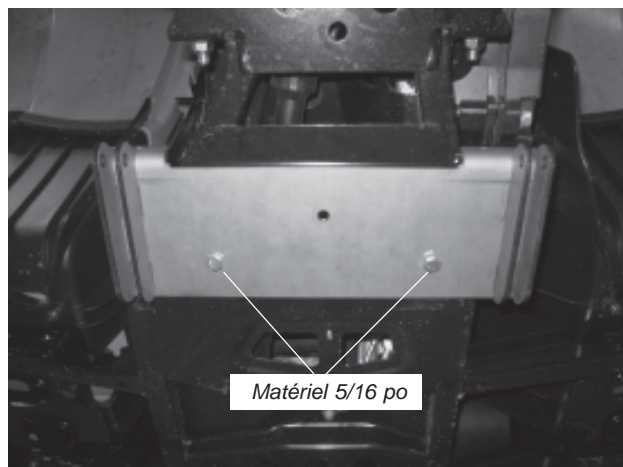

Figure 4
- Fixez le support de montage de la lame à la plaque de protection d'origine à l'aide de deux boulons à tête hexagonale 5/16-18x1 po (D1), deux rondelles plates 5/16 po (D2) et deux écrous de blocage 5/16-18 (D3) (voir Figure 4). Serrez selon les couples de serrage indiqués à la page 2.